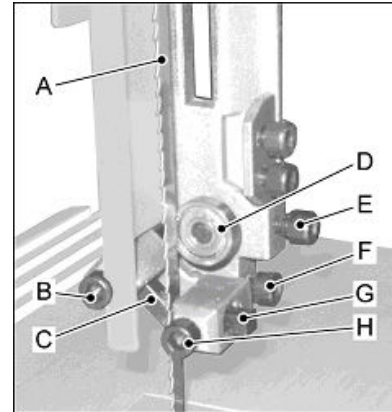

Рис. 7
направляющую установить в глубину так, чтобы расстояние от основания зуба до направляющих элементов (С, G Рис. 7) составляло примерно 2 мм, задний ролик (D) установить на расстоянии 1 мм от полотна пилы (А).